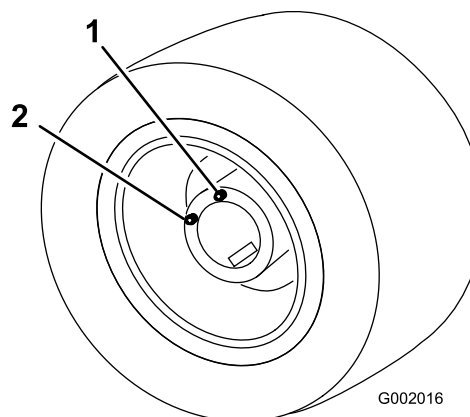

Figura 83
5. Spostate lentamente il veicolo fino a quando la ruota non è posizionata come illustrato nella Figura 83.